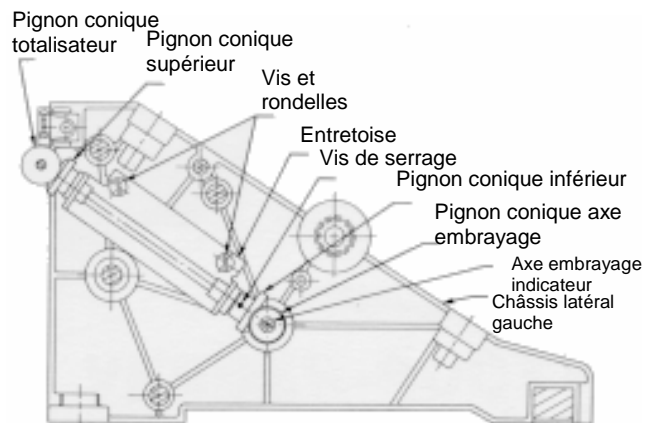

Figure 29. Intérieur plaque gauche de l'indicateur
- Si nécessaire, monter une nouvelle entretoise à l'intérieur du châssis gauche et fixer deux vis et rondelles. Voir figure 29.
5. Réglage de l'engrenage pour le totalisateur. Voir figure 29.